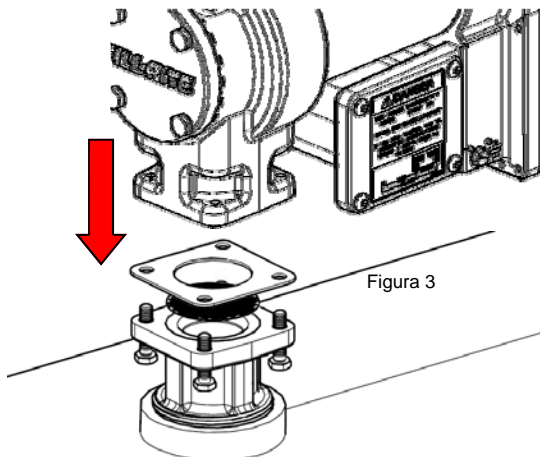

Figura 3
- Monte la bomba en el adaptador y asegúrese de que el sello y la rejilla se instalen como se muestra. (Figura 3).